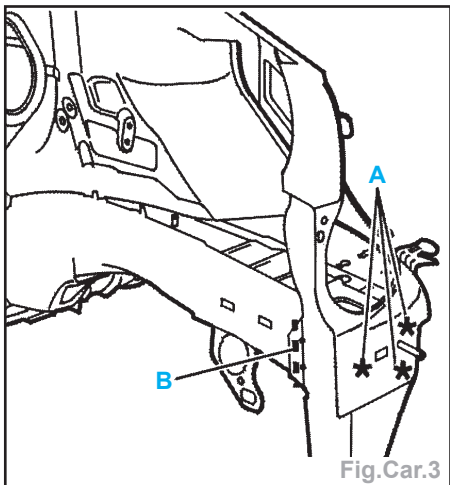

Fig.Car.3
- par fraisage des points (suivant **A**) (Fig. Car.3),